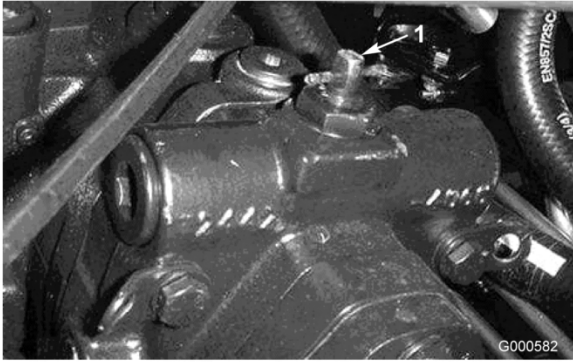

Figura 16
2. Girate la valvola di 90° (1/4 di giro) in qualsiasi direzione per aprirla e consentire all'olio di bypassare internamente (Figura 16). Dal momento che il fluido viene bypassato, potete